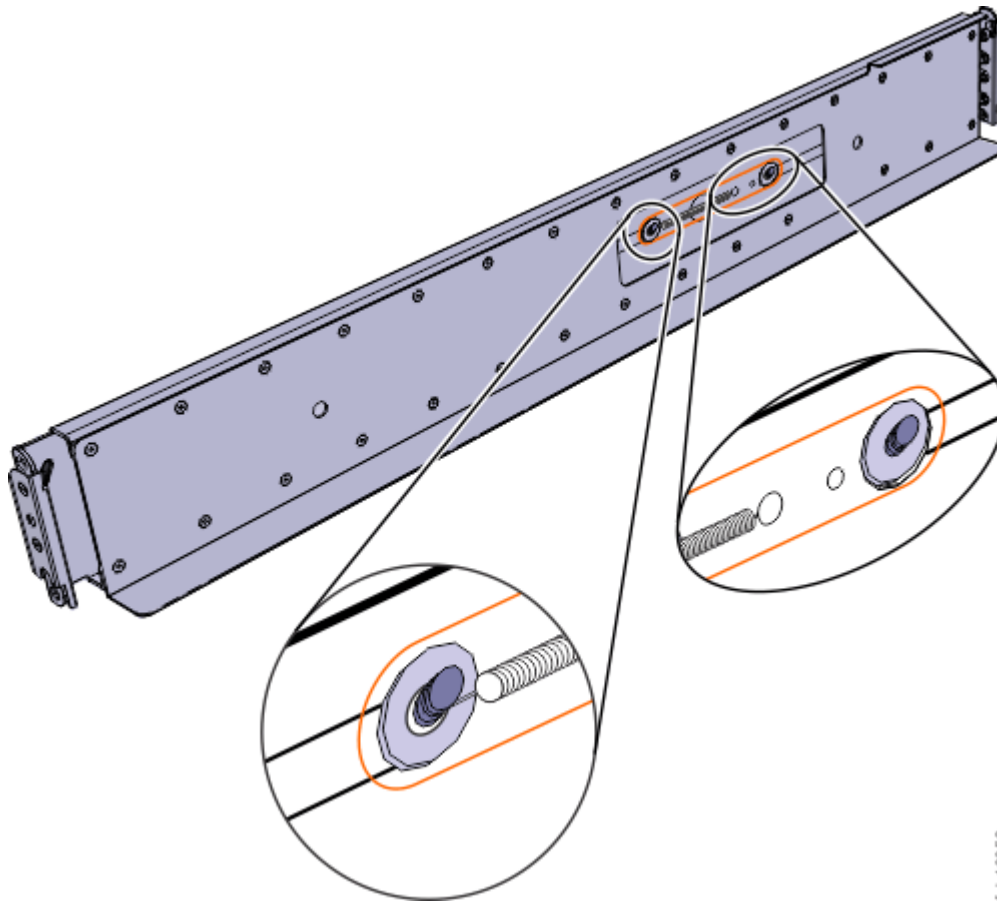

Figura 36. Instalando a mola do trilho
- b) Empurre uma extremidade de uma mola sobre um pino prisioneiro na parte interna do trilho. (Consulte Figura 36 na página 32.)